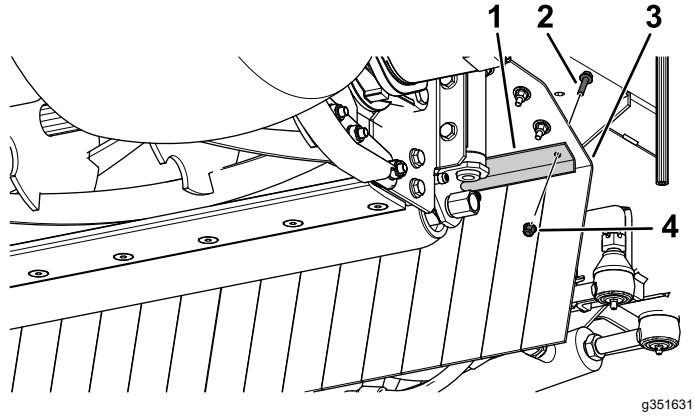

Bild 9
2. Befestigen Sie den Ablenkblechgurt mit den beiden Bundkopfschrauben (6 x 25 mm) und den beiden Sicherungsmuttern (6 mm) am breiten Ablenkblech, wie in Bild 9 dargestellt.